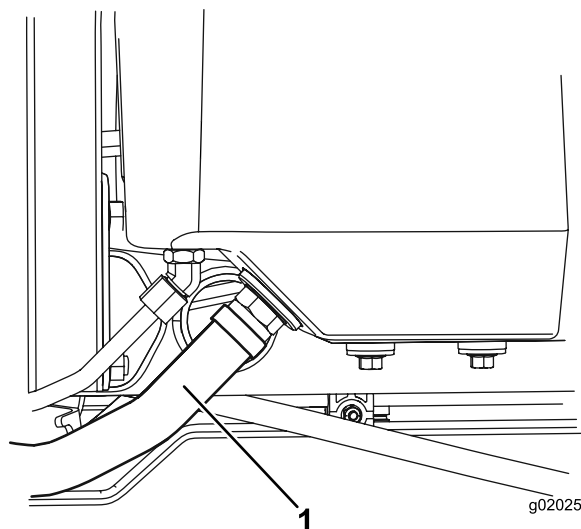

Figure 94
2. Débranchez le gros flexible hydraulique (Figure 94) du réservoir et laissez le liquide hydraulique s'écouler dans un bac de vidange.